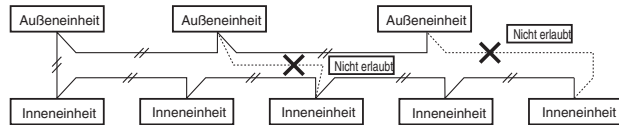

Abb. 4-1
- Die Einheiten-Steuerverbindungsverkabelung darf nicht so angeschlossen werden, dass eine Schleife gebildet wird. (Abb. 4-1)